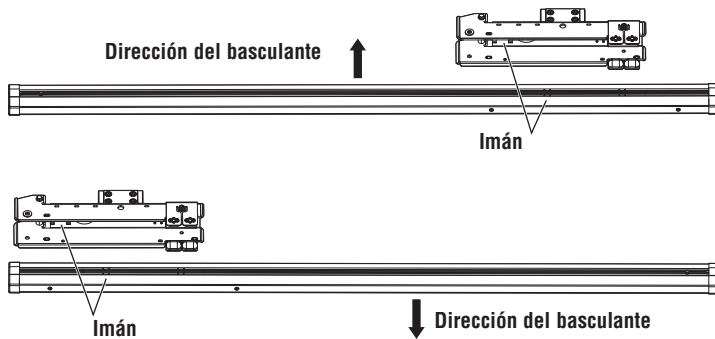
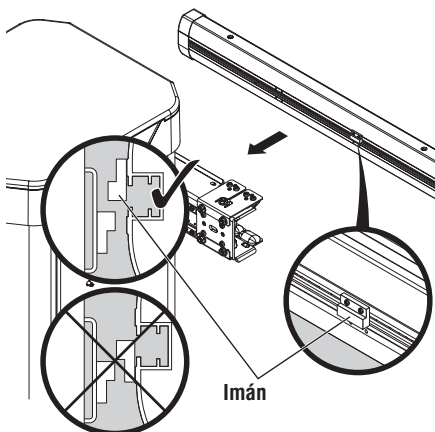

Figura 1
Figura 2
4. Tenga en cuenta que la orientación del sensor magnético dentro del soporte del brazo. Coloque el imán en la orientación adecuada en el brazo para obtener la siguiente ubicación relativa con respecto al sensor magnético. Consulte la Figura 1 y la Figura 2.